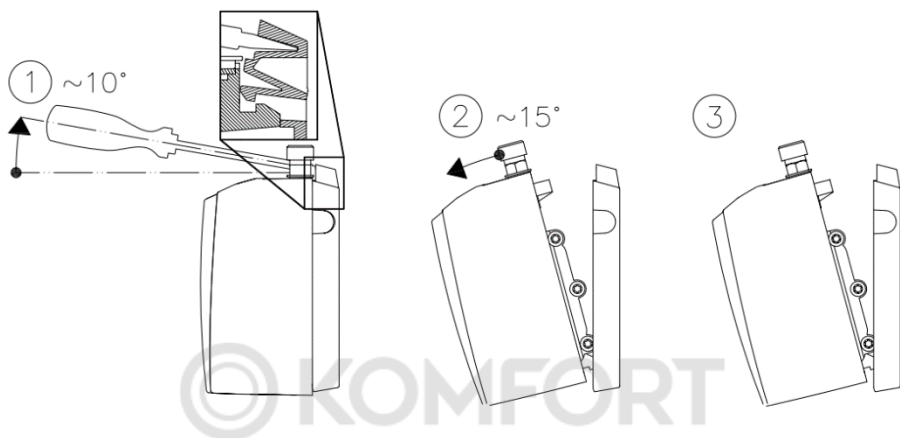

Рисунок 1. Отсоединение монтажной панели от ПЭВН
Отсоедините монтажную панель от корпуса водонагревателя, следуя инструкции на рис. 1. Для это вставьте отвертку с плоским наконечником в замок, расположенный между патрубками холодной и горячей воды до упора и слегка потяните вверх (1). Наклоните прибор вперед максимум на 15 С° (2) и отсоедините прибор, потянув его вверх. (3)